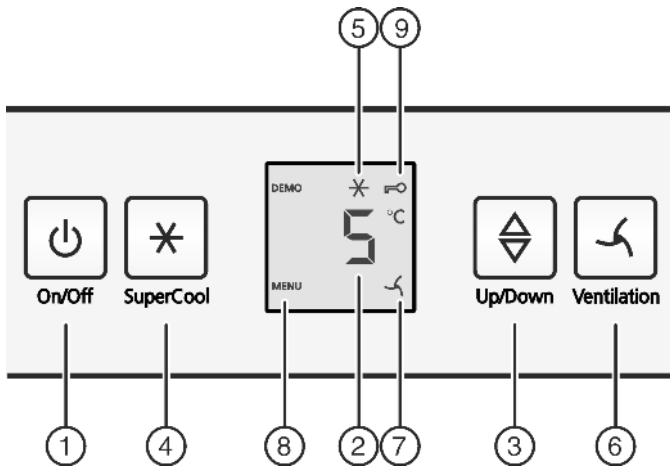

Fig. 3
- ▶ Nyomja meg az On/Off gombot Fig. 3 (1).
- ▶ Nyomja meg a SuperCool Fig. 3 (4) gombot kb. 5 mp-re.
- ▷ A kijelzőn megjelenik a Menü ikon Fig. 3 (8).
- ▶ A SuperCool Fig. 3 (4) gombbal röviden nyugtázza.
- ▷ A gyermekbiztosítás ikon Fig. 3 (9) világít a kijelzőn.
- ▶ Röviden nyomja meg az On/Off Fig. 3 (1) gombot.
► Hőmérsékletfunkció előhívása: Nyomja meg a beállítógombot Fig. 3 (3).
► A hőmérsékletet  $1\text{ }^{\circ}\text{C}$ -os lépésekben változtathatja: Annyiszor nyomja meg a beállítógombot Fig. 3 (3), amíg a kívánt hőmérséklet nem világít a hőmérsékletjelzőn.
► Nyomja meg röviden a SuperCool gombot Fig. 3 (4).
▷ A SuperCool ikon Fig. 3 (5) világít a kijelzőn.
▷ A SuperCool ikon Fig. 3 (5) kialszik a kijelzőn.
► Nyomja meg röviden a szellőztetés gombot Fig. 3 (6).
▷ A szellőztetés ikonja Fig. 3 (7) világít.
▷ A szellőztetés ikon Fig. 3 (7) kialszik.